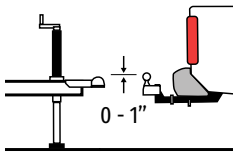
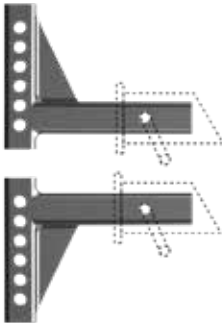

Figure 2
Figure 3
3. Glissez la tête d'attelage sur la barre d'attelage en gardant la partie supérieure de la boule d'attelage entre 0 et 1 po au-dessus du coupleur de la remorque. (Figure 2) Parfois, vous devez peut-être tourner la barre d'attelage vers le haut ou utiliser une barre d'attelage Equal-i-zer avec une plus grande montée/descente pour placer la boule d'attelage à la bonne hauteur. (Figure 3)